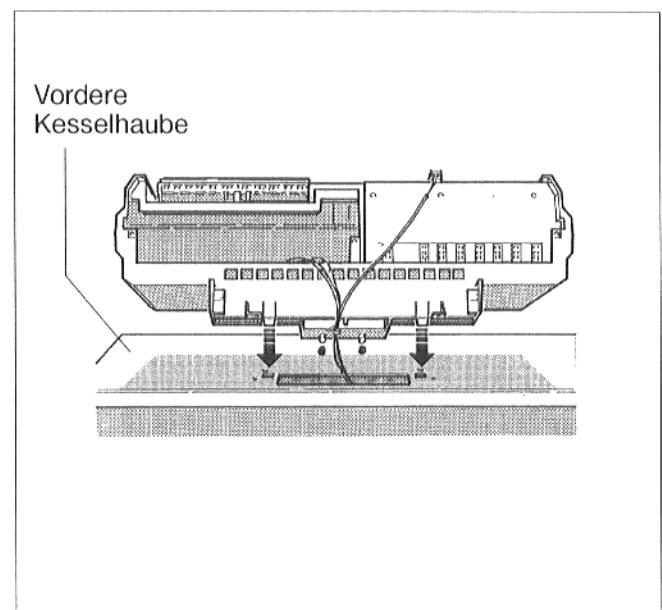

Abb.38
- Regelgerät auf die vordere Kesselhaube so aufsetzen, daß die Einschiebehaken auf der Unterseite des Regelgerätes vorne in die ovalen Bohrungen eingeführt werden (Abb. 38).